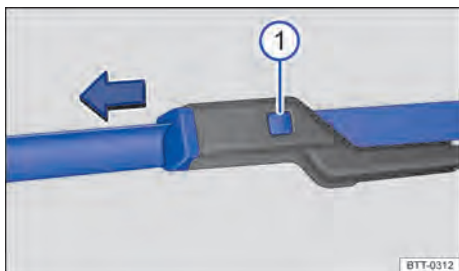

Fig. 147 Substituir as palhetas dos limpadores do para-brisa.
- Manter o botão de destravamento → Fig. 147 ❶ pressionado e, ao mesmo tempo, retirar a palheta do limpador do para-brisa no sentido da seta.